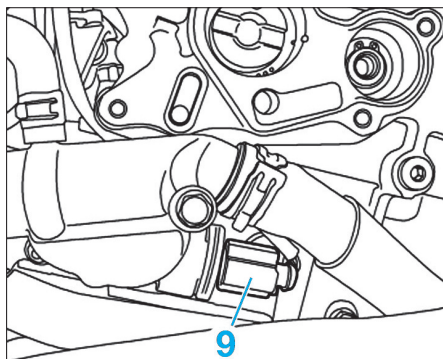

Fig. 69
- Débrancher le connecteur du capteur de température (9) de liquide de refroidissement (Fig.69).